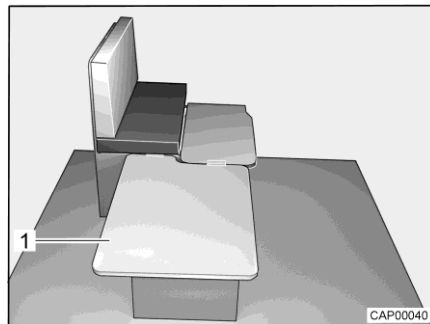

Bild 37 Während des Umbaus
- Einlegebrett (Bild 37,1) seitlich an der Sitzbank einhängen und auf den Tisch legen.